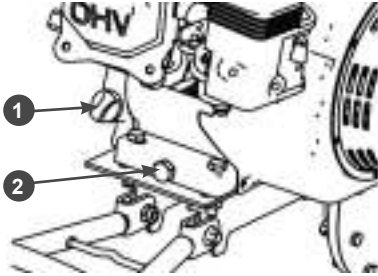

Рис. 20 Замена масла в двигателе
2. Очистите от загрязнений зону вокруг маслозаливной горловины. Извлеките крышку-щуп (Рис. 20 п. 1) из маслозаливной горловины и протрите щуп чистой ветошью.
3. Выкрутите болт сливного отверстия (Рис. 20 п. 2) и слейте отработанное масло в подготовленную для этого емкость.